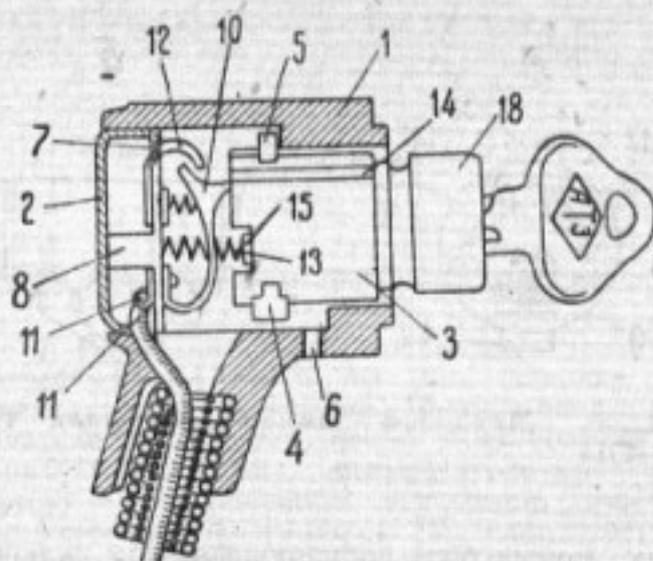

Рис. 4. Выключатель зажигания типа 3Ф-4514 в разрезе (выключенное состояние)
1) Вставить ключ в замок выключателя и, повернув его, поставить в положение включенного зажигания. При этом кнопка 4 (рис. 4) соприкоснется с отверстием 6, расположенным в нижней части корпуса замка.
а) удалить заднюю стенку 2 замка-выключателя зажигания (рис. 4). Для этого необходимо разбортовать корпус 1 выключателя и легкими ударами с внутренней стороны, по направлению упорного выступа 8, выколачивать стенку.
В корпусе замка-выключателя 1 (рис. 4) нужно просверлить отверстие диаметром 2—2,5 мм (см. разметку на рис. 6).
Затем нажать через это отверстие гвоздем или проволокой на выдвигающую планку 5 (рис. 4 и 5-А), утопив ее в замок доотказа. Это дает возможность поставить замок в положение включенного зажигания.